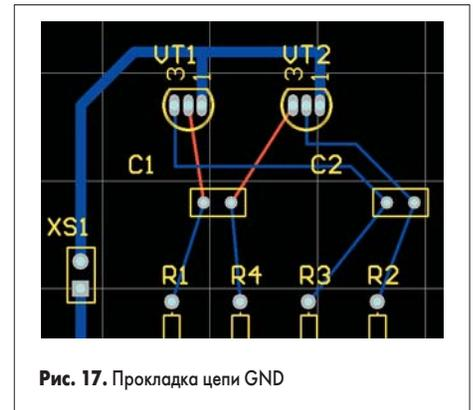

Рис. 17. Прокладка цепи GND
- Последовательно щелкая левой кнопкой мыши и переключая режим рисования, нарисуем проводник, как показано на рис. 17.